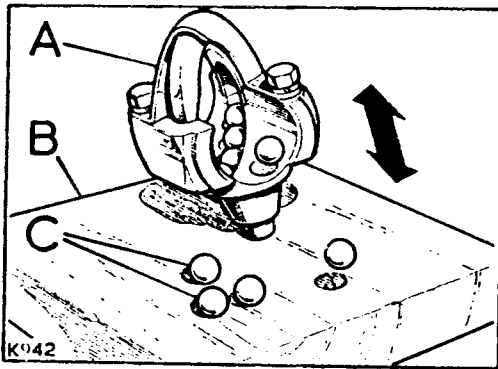

Fig. G1-50.- Extracción de las bolas circulares
- 1.8.- Extraer las doce bolas, C (Fig. G1-50), de 3/8" de diámetro que van alojadas en la tuerca y conducto circulante, golpeando la parte superior de la tuerca sobre taco de madera, B.